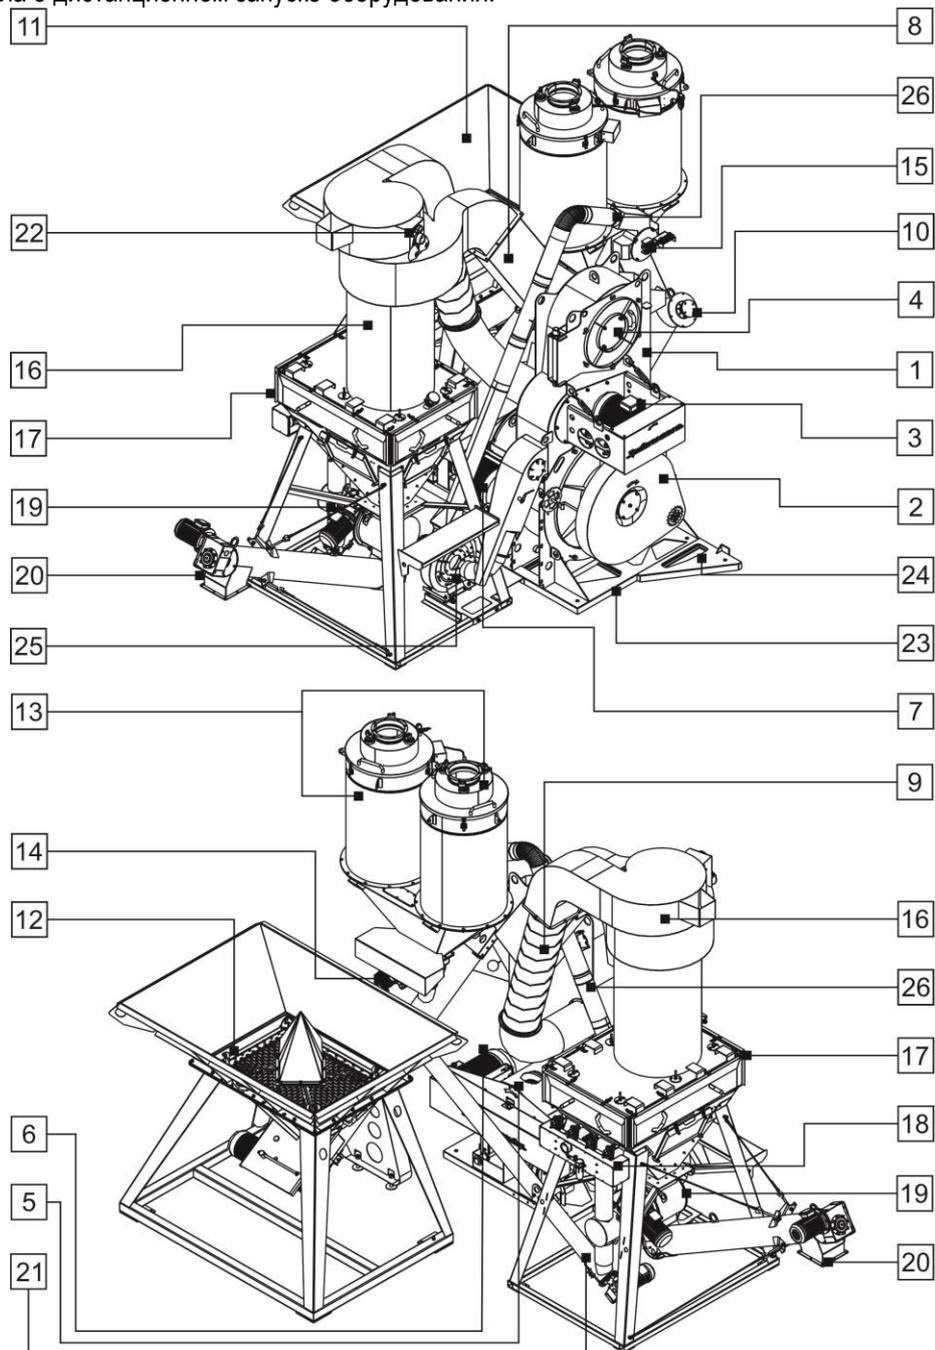

Рис. 2
Изделие (Рис. 2) состоит из монокорпуса (1), в нижней части которого находится блок элеватора (2), в средней - вентилятор наддува (3), в верхней - воздушно-центробежный классификатор (4). С противоположной стороны монокорпуса (1) расположены: обечайка амортизационного блока (5), электродвигатели (6, 7) привода ротора-ускорителя, кожух клиноременной передачи, механизм адаптивной системы натяжения ремней главного привода (АСНР), транспортный (8) и возвратный (9) воздуховоды.
Для управления работой изделия служат: выносной электрический пульт с блоком БАУ «МИКРОН», шкаф пневматических компонентов систем регенерации, пульт установки дозирования активирующей смеси «ПАВ 23/200» (на Рис. 2 не показаны).
В процессе помола в центр ротора-ускорителя помимо кусков сырья так же может подаваться активирующая добавка. Разогрев активирующей добавки осуществляется в установке дозирования активирующей смеси «ПАВ 23/200» (на Рис. 2 не показано). Присутствие добавки в зоне интенсивного образования новых поверхностей позволяет получать порошки с высокой степенью гидрофобности при относительно низком расходе активирующего состава.